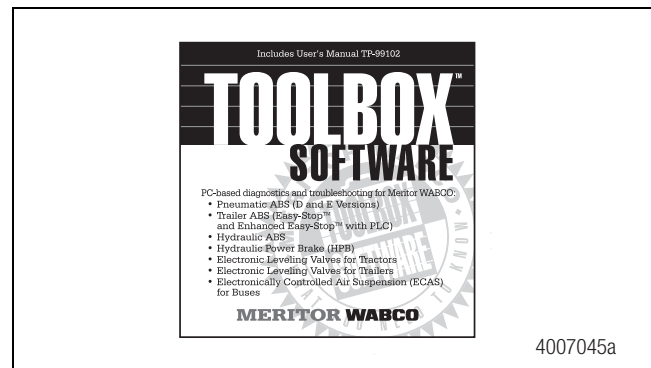

Figura 1.10
- Trabaja con Windows® ME, XP, 2000 o Vista. Figura 1.10.